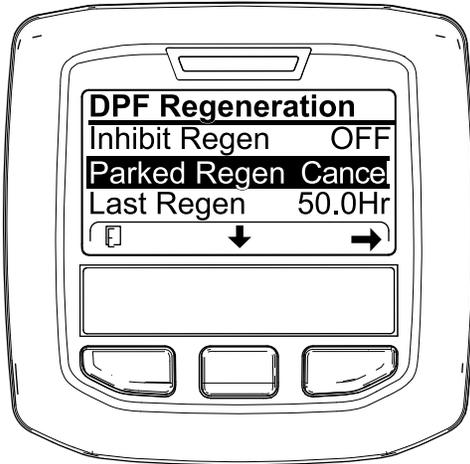

Figura 64
1. Accedete al menu DPF Regeneration (Figura 64).
2. Premete il pulsante centrale per scorrere il menu verso il basso fino all'opzione PARKED REGEN CANCEL (Figura 64) o all'opzione RECOVERY REGEN CANCEL (Figura 65).
3. Premete il pulsante destro per selezionare la voce Cancel relativa alla rigenerazione (Figura 64 o Figura 65).